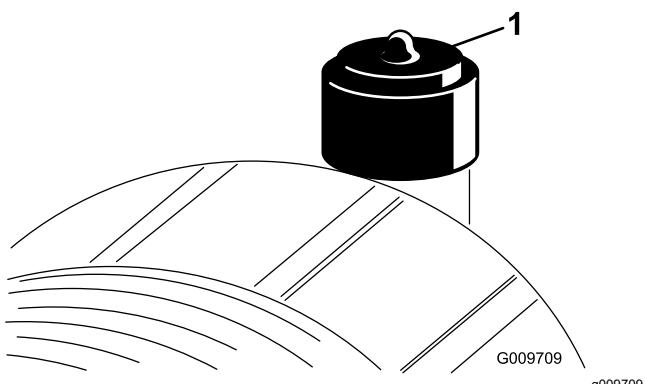

Figure 56
Faites l'entretien du filtre à air uniquement quand l'indicateur de colmatage (Figure 56) indique que cela est nécessaire. Ne remplacez pas le filtre à air plus fréquemment que nécessaire ; cela ne fait qu'accroître le risque de contamination du moteur par des impuretés quand le filtre est déposé.
2. Réarmez l'indicateur de colmatage (Figure 56) s'il est rouge.